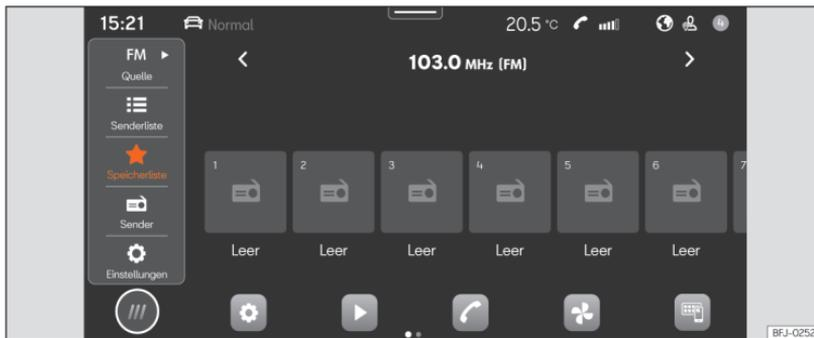

Abb. 189 Schematische Darstellung: Ansicht Radio.
- Drücken Sie **HOME** > >>> **[Abb. 189]**.